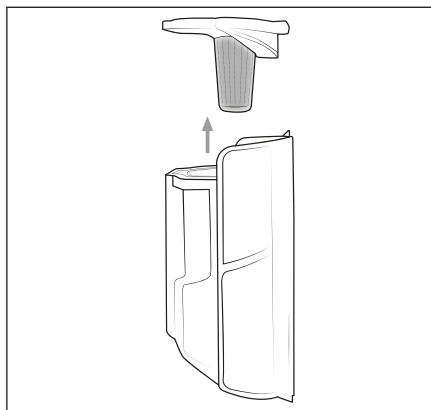

Abb. 16
- 3) Scoateți filtrul din oțel inoxidabil **6** din recipientul de praf **7** introducând mâna în deschiderea filtrului din oțel inoxidabil **6** și trăgându-l din recipientul de praf **7** (a se vedea fig. 16).